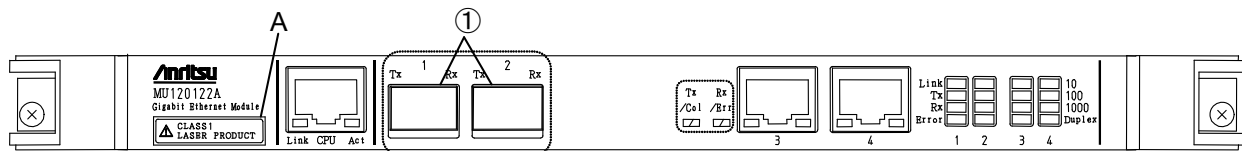

図4 MU120122A ユニットの正面パネル
| MU120122A | 1   | 0.6                   | CW                     | 850          | 32.0               | G0181A                 | 図4 ①          |
|   |                           |                                                                                      | 図 4 A | MU120122A |